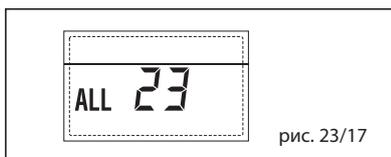

рис. 23/17
– **НЕПОЛАДКА ДАТЧИКА СОЛНЕЧНОГО КОЛЛЕКТОРА (S1) “ТРЕВ 24” (рис. 23/18)**